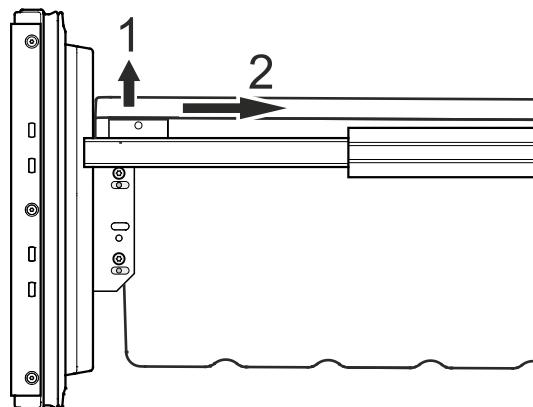

Figure 24
- Désenclipsser les coins gauche et droit du récipient en le tirant vers le haut (1) - **Figure 24**.
- Pousser le récipient vers l'arrière (2) - **Figure 24**.
- Retirer les récipients des tiroirs du compartiment congélateur comme aux **Figures 24 et 25**.